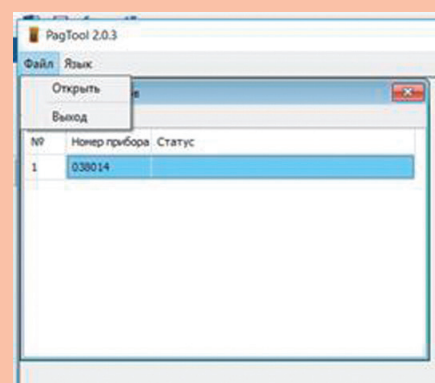

Рисунок 2.
3.1 Чтобы открыть сохраненный ранее лог-файл, воспользуйтесь кнопками Файл>Открыть. (Рис. 2, 3, 4)